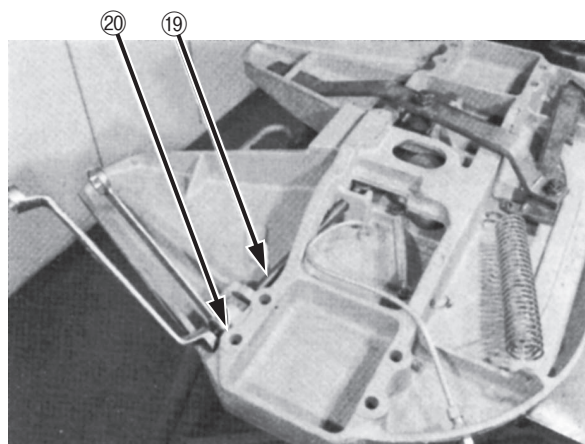

図 35
- (1) ロックテストを使い、カプラをロック状態にしてください。(ロックテストは 11. 2 参照)
- (2) 次に、アジャスティングスクリューボルト⑱のアジャスティングナット⑳をゆるめて、アジャスティングスクリューボルトを十分に引き出します。(カプラベース側面から 50mm 位) (図 35 参照)